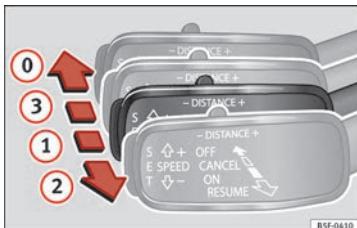

Abb. 154 Auf der linken Seite der Lenksäule: dritter Hebel für die Betätigung der automatischen Distanzregelung.
Es ist möglich, die ACC erneut zu aktivieren, indem Sie den Hebel auf Position ② » **Abb. 154** stellen.